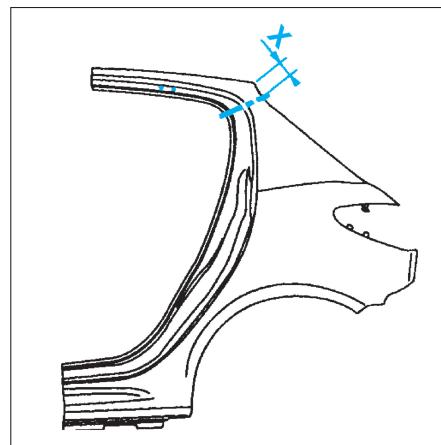

FIG. 119
- Effectuer la coupe (Fig.119) (coupe provisoire).